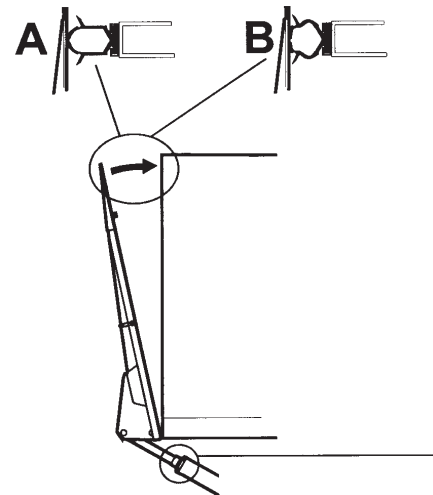

Abbildung 55. Einstellung der Anliegefläche am Aufbau
4. Das Einstellgewinde so drehen, dass die Ladebordwand genau auf die Dichtung des Aufbaus trifft. Abbildung 55.
8. Beide Zylinder abwechselnd einstellen, sodass die Bordwand am Aufbau anliegt, siehe Abbildung 55 (B).